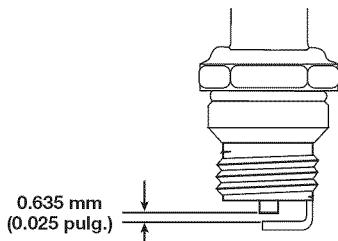

Fig. 34
- Cambie las bujías que estén rajadas, sucias o deterioradas. Fije la separación de aire a **0.635 mm (0.025 pulg.)** utilizando un calibrador (Fig. 34).